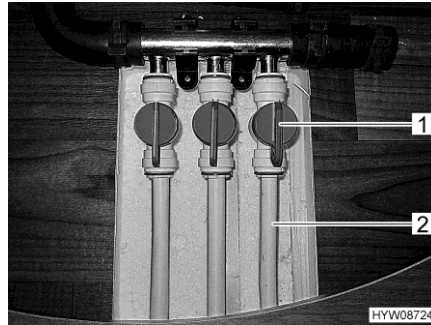

Fig. 133 Válvulas de alimentación (calefacción de piso)
- Ajustar el asidero (Fig. 133,1) en la válvula de alimentación de la sección de calefacción deseada (Fig. 133,2) en paralelo a la tubería de calefacción. Ahora, esta sección de la calefacción de piso estará funcionando a máxima potencia.
- Ajustar el asidero (Fig. 133,1) en la válvula de alimentación de la sección de calefacción deseada (Fig. 133,2) en cualquier posición deseada. De este modo, se regula continuamente la potencia calorífica de esta sección.
- Ajustar el asidero (Fig. 133,1) en la válvula de alimentación de la sección de calefacción deseada (Fig. 133,2) en la posición transversal a la tubería de calefacción. Ahora, esta sección estará desconectada.